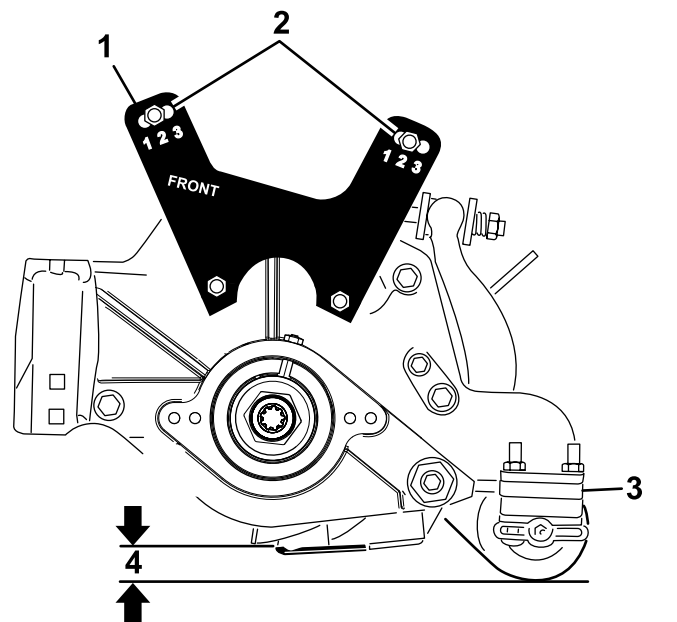

図 20
- カッティングユニットを床に降下させ、床からベッドナイフまでの距離を図 20 のようにして測定する。